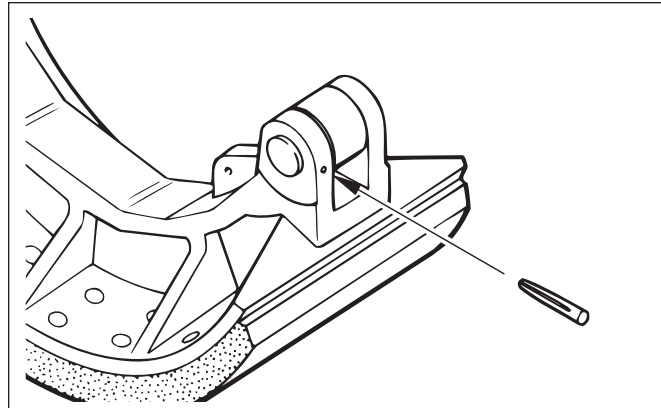

Figure 74 – Pose de la goupille cannelée
3. Lubrifier la surface intérieure du galet (cf. *Étape 2*) avant de le poser. Monter le galet et l'axe sur l'âme de segment, puis insérer la goupille cannelée. Fixer la pièce moulée autour de la goupille cannelée. Cf. *Figure 74*.